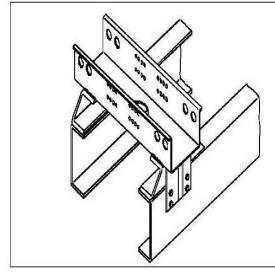

图 4 Рисунок 4
- 将油缸支撑梁焊在连接板上（见图 4），要求满焊。
- Приварите опорную балку цилиндра к соединительной пластине (см. рис. 4), требуя полного сварного шва.